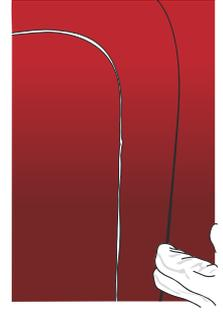

Figure 18
*ASTUCE ! Pour ne pas voir le support au niveau de votre coupe (FIG. 18), vous pouvez au préalable coller un morceau de votre film sur la partie du support du côté concave où vous ferez la coupe. Ainsi, lorsque vous viendrez appliquer le film et que vous entamerez la coupe, la superposition du film permettra de ne plus voir le support. Effectuer la coupe et retirer le surplus de matière immédiatement après l'application.*